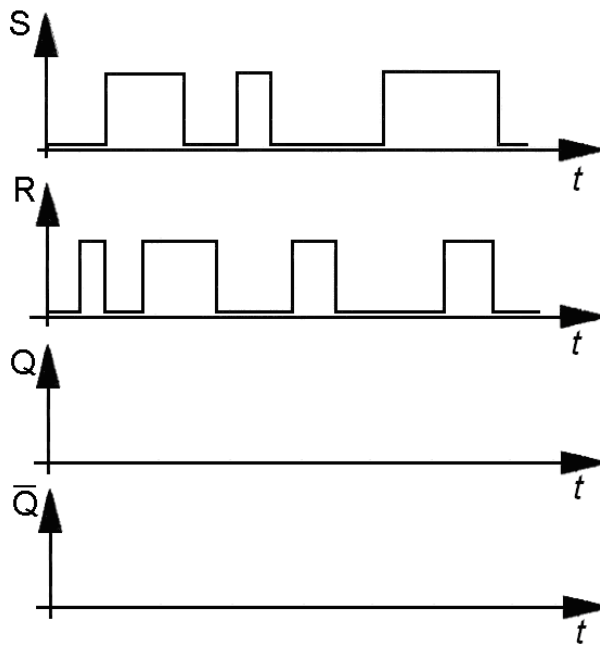

Рис. 1
11. Временные диаграммы входов S и R RS-триггера с прямыми входами представлены на рис. 1. Изобразите временную диаграмму выходов.